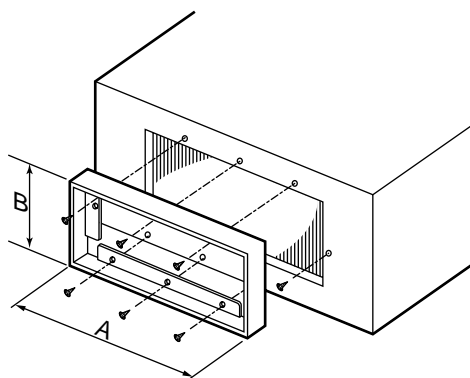

Fig. 1
- ① A l'aide de 6 vis, montez la bride sur l'orifice d'alimentation en air de l'unité intérieure. (Fig. 1)
- ② Adaptez le conduit carré à la dimension intérieure de la bride.  $A \times B$ .